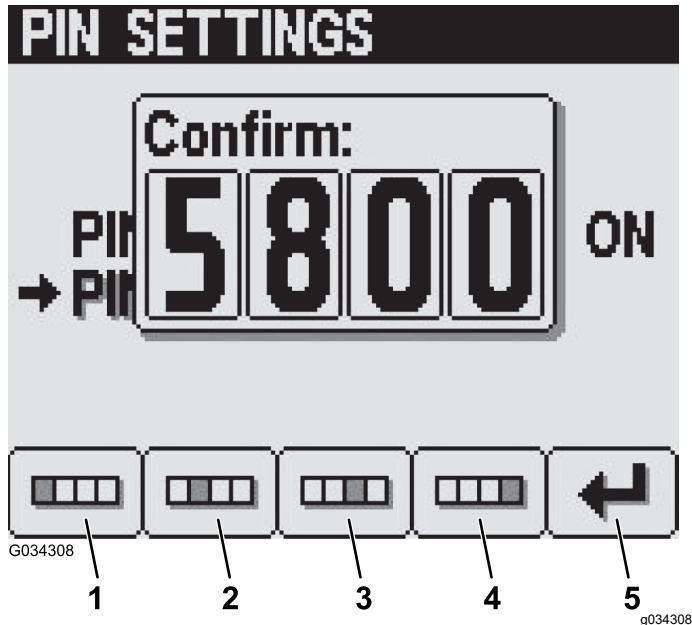

Figura 29
- În ecranul de confirmare, apăsai butoanele de la 1 la 4 pentru a introduce noul dumneavoastră cod PIN. Când finalizezi introducerea PIN-ului, apăsai butonul 5 (Figura 29).
Notă: După ce confirmai codul pin (Figura 29) apare ecranul Pin corect pentru aproximativ 5 secunde.